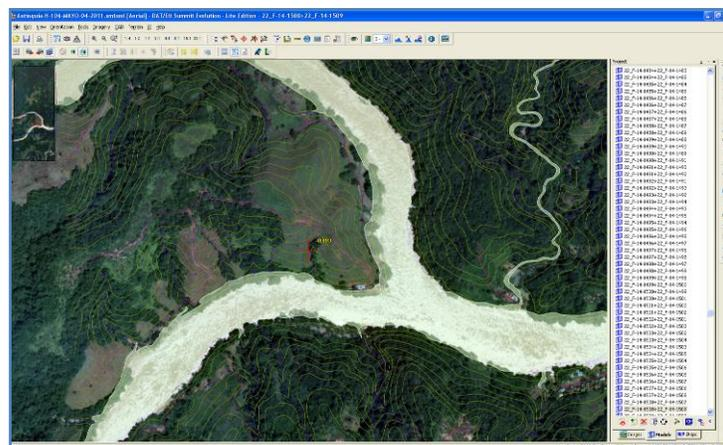

Figura 21. Visualización layers superpuestos con los pares estereoscópicos
4. Declick en la ventana Layer Manager sobre el listado de capas Main View (Layersexistentes en el Dataframe Activo de ArcMap) y en la ventana SelectMainLayers seleccione los Layers que se van a cargar en DAT/EM Summit Evolution y declick en Checked; luego declick en la ventana Layer Manager sobre el listado de capas Terrain/Visualitation y en la ventana SelectTerrainLayers seleccione los Layersavisualizar en DAT/EM Summit Evolution y declick en Checked y en Close para visualizar los Layers superpuestos con los pares estereoscópicos.(Ver Figura 21).